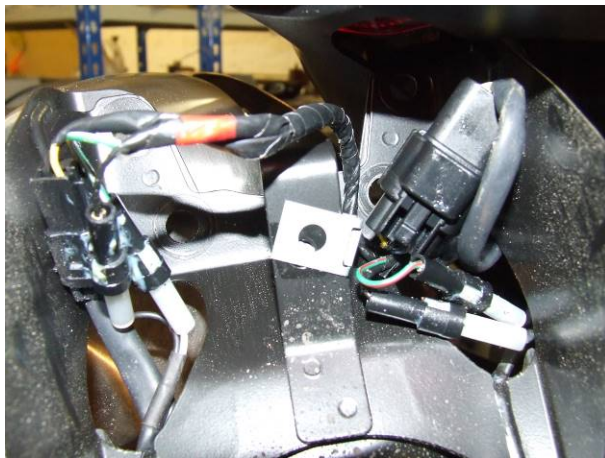

ABBILDUNG 3
- TRENNEN SIE DIE KABELVERBINDER FÜR DIE BLINKER, DAS RÜCKLICHT UND DIE KENNZEICHENBELEUCHTUNG (**SIEHE ABBILDUNG 3**).